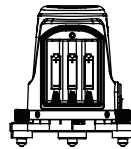

Рис.2
1. Перед использованием снимите крышку батарейного отсека. Соблюдая полярность, вставьте три батарейки в батарейный отсек, затем вставьте крышку. (Рис.2)